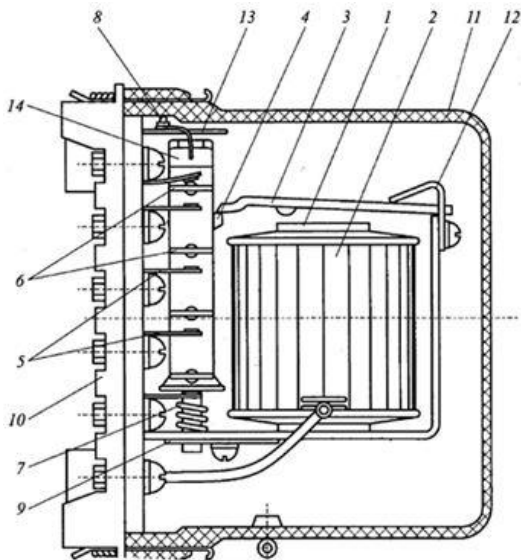

Рис. 2. Промежуточное реле.
2. Назовите элемент 1, изображённый на рис. 2.
8. Назовите элемент 7, изображённый на рис. 2.